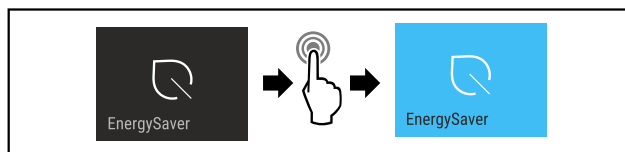

Fig. 14
- ▶ Proved'te akční kroky (viz Fig. 14).